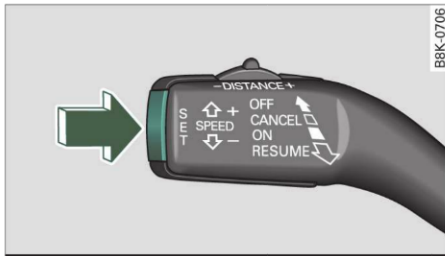

Fig. 107 Maneta de comandă: Memorarea vitezei
- Apăsați tasta **SET** ⇒ fig. 107, pentru a memora viteza.
Viteza se poate mări și prin apăsarea pedalei de accelerație. După eliberarea pedalei, sistemul revine automat la viteza memorată. Apăsând tasta **SET** $\Rightarrow$ pagina 99, fig. 107 se poate memora oricând o altă viteză. ■